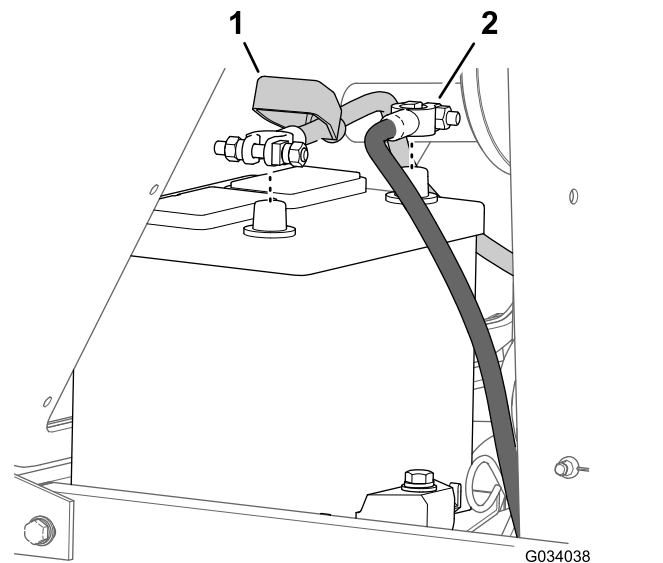

Figura 51
2. Desligue o cabo negativo (-) do polo da bateria (Figura 51).
3. Deslize a cobertura do isolador para longe da abraçadeira de cabos de bateria (Figura 51).
4. Desligue o cabo positivo (+) do polo da bateria (Figura 51).
7. Ligue os cabos, cabo positivo (+) ao polo positivo da bateria (Figura 51).
8. Ligue o cabo negativo (-) ao polo negativo da bateria (Figura 51).